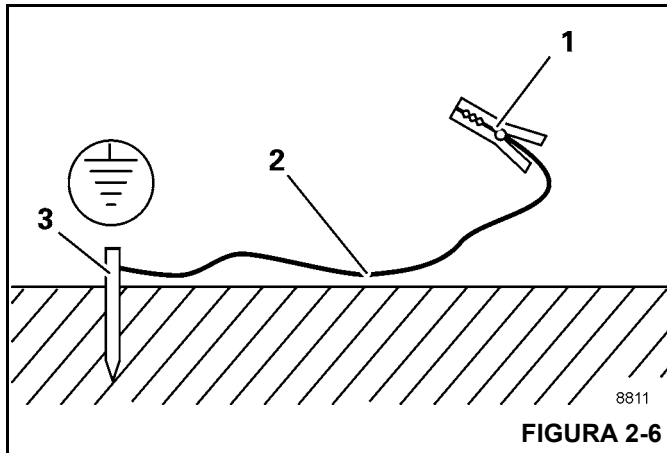

FIGURA 2-6
1. Martele uma haste de metal (3, Figura 2-6) (comprimento de aproximadamente 2,0 m [6.6 pés]) pelo menos 1,5 m (5 pés) no solo.
2. Umedeça o solo ao redor da haste de metal (3) para obter melhor condutividade.
3. Prenda o cabo isolado (2) na haste de metal (3), seção transversal de pelo menos 16 mm² (0.025 pol²).
4. Conecte a extremidade livre do cabo com um grampo (1) a um local com boa condutividade elétrica na estrutura.